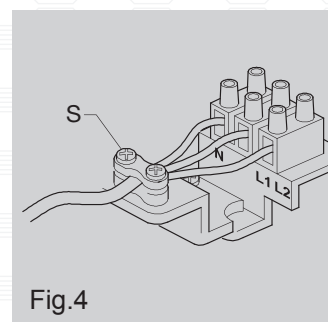

Fig.4
- Prima di fissare saldamente l'apparecchio, sfondare con un attrezzo la pretranciatura della testata terminale posta in corrispondenza del reattore e introdurre il cavo di alimentazione dal foro così creato, avendo cura di assicurarlo con il serracavo [S] (Fig. 4).
4. Raggiungere il morsetto di alimentazione come indicato (fig. 4).
- Before fixing the fitting securely, use a tool to perforate the pre-cut hole on the end head installed in proximity to the ballast and insert the supply cable through the hole thus created, taking care to fix it with the cable clamp [S] (Fig. 4).
4. Join the terminal block as indicated (fig. 4).